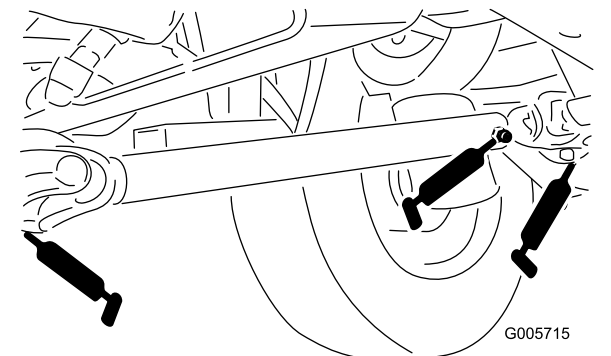

Figura 41
- Veio propulsor (3) (Figura 41)
- Caixa da embraiagem (Figura 41)